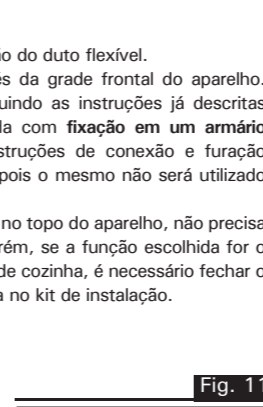

Fig. 11
1. Verificar se a posição do seletor Depurador/Exaustor está correta: ele está localizado dentro do aparelho, na carcaça plástica do grupo motor, à esquerda, e em caso de instalação no modo exaustor ele deverá ser posicionado coincidindo com o símbolo (E) (Fig. 11). Para mudar, primeiro puxe o seletor para trás para destravá-lo e em seguida gire-o para a posição desejada, travando-o novamente.